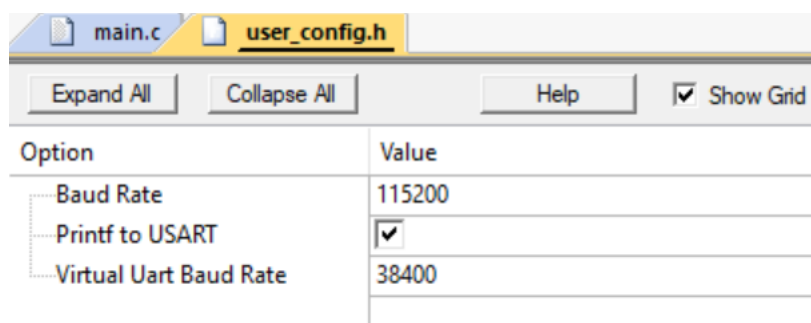

图 5 工程配置
- 2) 打开示例代码确认 “user_config.h” 文件配置如图 5，编译下载。